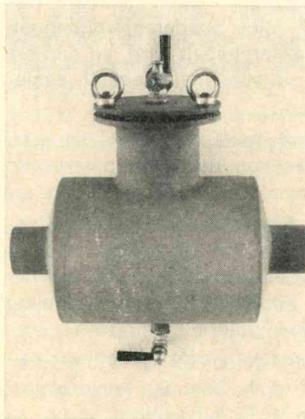

Abb. 3 (links): Dosiereinrichtung für die Heizung. Nur einmal im Jahr wird der Wirkstoff eingefüllt.
3. Die Dosierung muß einwandfrei funktionieren (s. Abb. 3).